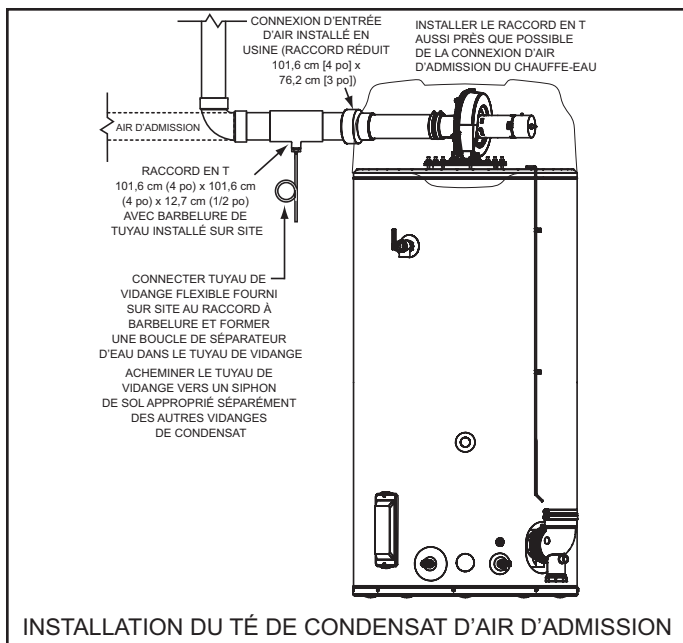

Figure 16
9. Un raccord en T et un tuyau de vidange de condensat fournis sur le site doivent être installés dans la tuyauterie d'entrée d'air à proximité du chauffe-eau dans les climats plus froids ayant de fortes accumulations de neige et dans les régions soumises périodiquement à une forte humidité. Le tuyau de vidange doit être acheminé vers un drain de sol séparé de tous les autres drains de condensat. Voir la Figure 16 à la page 23.